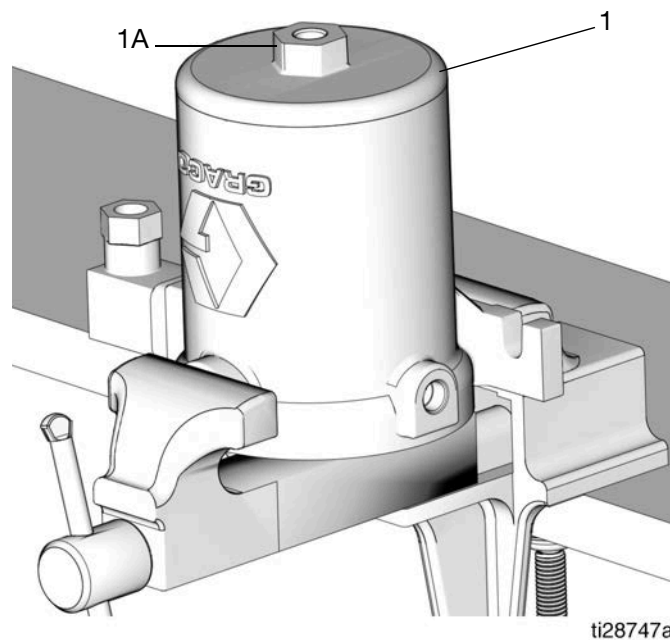
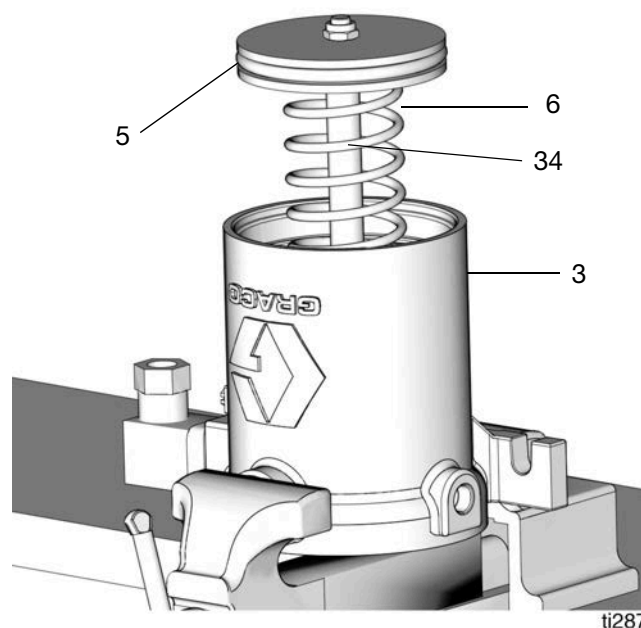

FIG. 19
FIG. 20
16. Vérifiez que l'ensemble du piston (33) n'est pas griffé, endommagé ou usé. S'il est endommagé, remplacez cet ensemble du piston (33) de la pompe.
17. Remplacez le cylindre du moteur pneumatique dans un étau pour accéder au fond du cylindre du moteur pneumatique (FIG. 19).
18. Mettez une clé sur l'écrou (1a) du couvercle. Tournez-le dans le sens anti-horaire et retirez le couvercle (1) du fond du cylindre du moteur pneumatique. (FIG. 19).
REMARQUE : Il y a un ressort (6) (FIG. 20) dans le cylindre (3) du moteur pneumatique sous le piston (5). Poussez sur le haut du couvercle (1) comme résistance et tenez-le sens dessus dessous en desserrant les vis (1A) du couvercle (voir FIG. 19).
20. Joint torique (36) de la tige de piston et joint (4) du piston
- a. Retirez la tige de piston (34), le piston (5) et le ressort (6) du cylindre (3) du moteur pneumatique (voir FIG. 20).